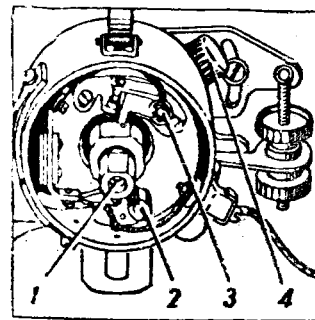

Рис. 26. Смазка распределителя зажигания.
21. В распределителе зажигания (рис. 26) смазывайте при ТО-1: валик распределителя поворотом крышки масленки 4 на половину оборота; втулку кулачка 1, сняв ротор и сальник под ним и капнув 4—5 капель свежего масла для двигателя; ось 3 рычажка прерывателя 1—2 каплями масла для двигателя; фильц 2 кулачка прерывателя 1—2 каплями масла для двигателя.